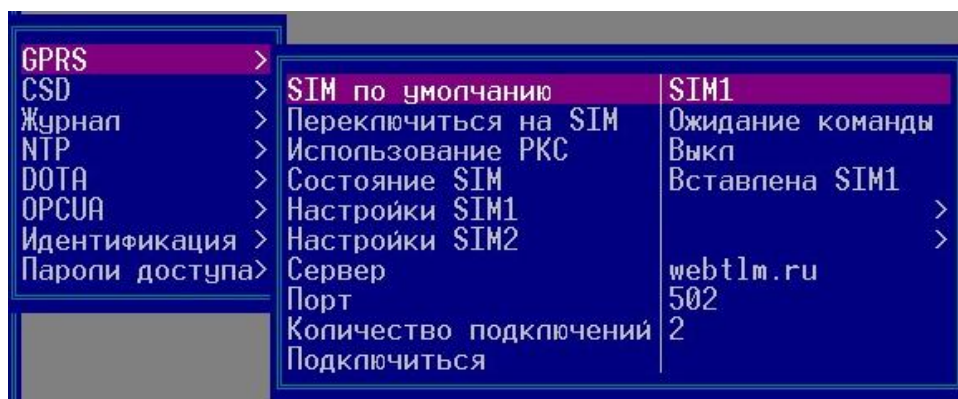

Рисунок 66
В подменю **GPRS** (смотри рисунок 66) представлены следующие пункты:
- **Настройки SIM1/SIM2** – меню настроек параметров SIM-карт (смотри рисунок 66), в которое перемещена конфигурация PIN-кода, APN-сервера (адрес, логин и пароль) и телефонный номер SIM-карты;